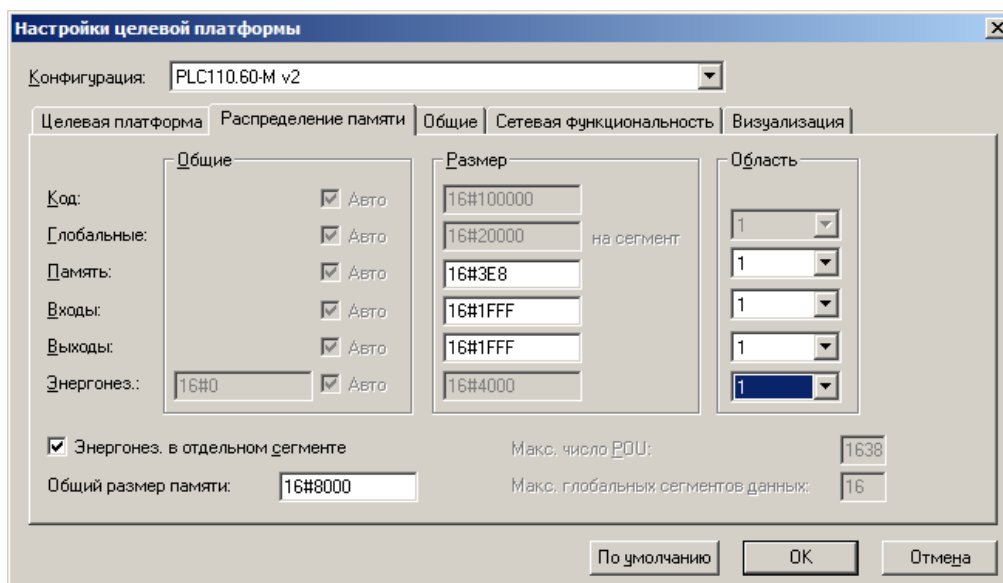

Рисунок 3.4 – Окно «Настройки целевой платформы (Target Setting)», вкладка «Распределение памяти (MemoryLayout)»
- 4) В открывшихся вкладках окна «Настройки целевой платформы (Target Setting)» отображаются установленные производителем значения параметров целевой платформы (рисунок 3.4, в).
¹В предыдущей версии ПО контроллера для того, чтобы увеличить размер Retain-памяти, следовало перейти на вкладку «Распределение памяти (Memory Layout)» окна «Настройки целевой платформы (Target Setting)» (см. рисунок 3.4), и исправить значение в строке Retain («Энергонез.»): значение «16#1000» заменить на «16#4000», в настоящей же версии это значение по умолчанию установлено «16#4000».